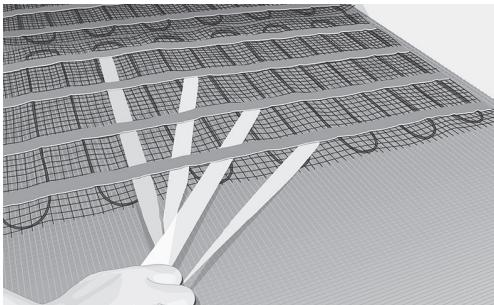

Fig. 8. Fjern dekkpapiret på baksiden av tapen og fest mattelengdene
12. Når mattene(e) er plassert i samsvar med skissen og er godt festet til gulvflaten, fester du mattelengdene på gulvet ved å fjerne dekkpapiret fra den dobbeltsidige tapen og trykke tapen lett ned. Fortsett prosedyren til du har festet hele mattene (Fig. 8).